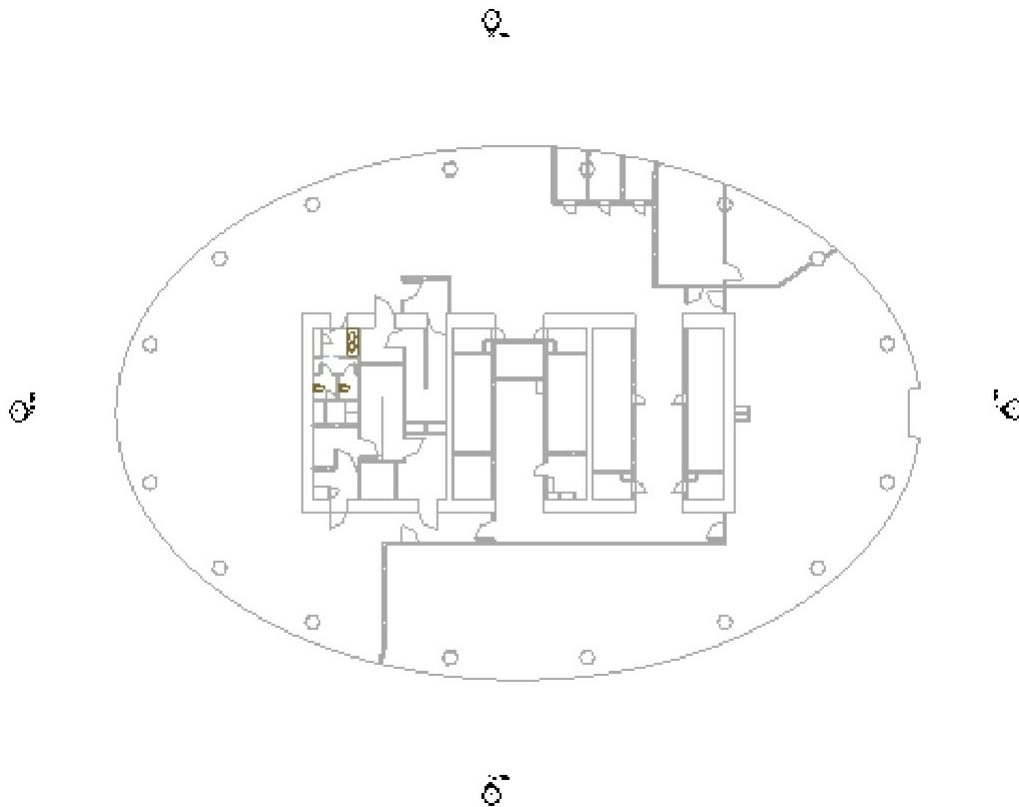

图2-47
(2) 选择标高15F和16F，然后单击“确定”按钮。
(3) 平面视图名称将显示在项目浏览器中。其他类型平面视图，如天花投影平面视图的创建方法与上述方法类似。
(4) 单击“项目浏览器”>“机械”>“HAVC”>“楼层平面”>“15层”，打开15层平面图，可以看到由于链接的建筑模型在链接时是以“原点对原点”的方式链接的，所以链接的模型平面图不在4个立面视图的中间。这时，可以调整4个立面视图，使建筑模型在平面视图中间，如图2-47所示。